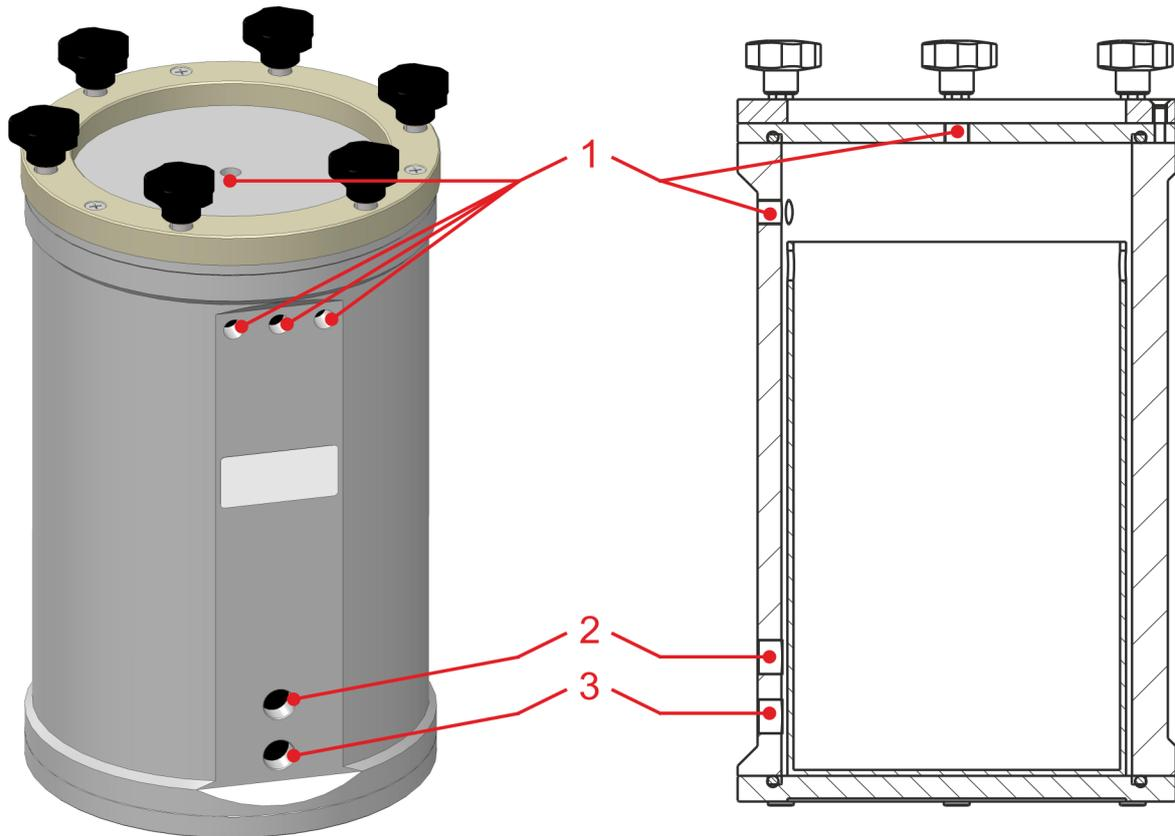

Abb. 3: Installationsrelevante Anschlüsse
- Produktleitung (Abb. 3, Pos.1)
- Kapazitivtaster für Leermeldung (Abb. 3, Pos. 3) und/oder Niveauvorwarnung (Abb. 3, Pos. 2).
- Druckluftleitung/Druckregler mit Manometer (Abb. 3, Pos. 1).